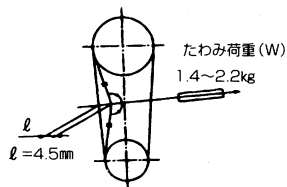

図4 Vベルトの張力
- 1) Vベルトの1本あたりの張力は図4のたわみ荷重(W)を満足し、適正たわみ量(ℓ=4.5mm)のたわみ荷重(W)が図4の範囲内にあ